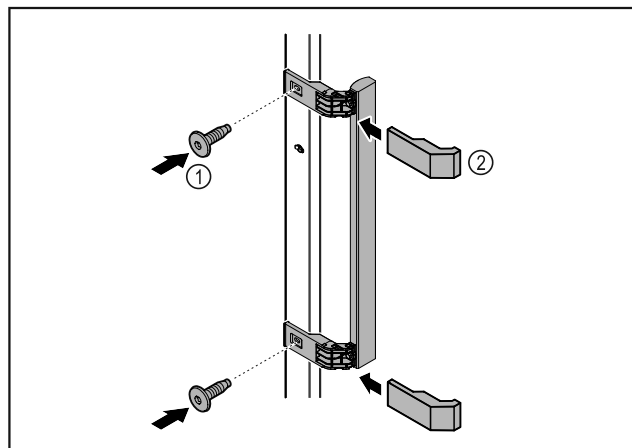

Fig. 9
- ▶ Skru håndtaget i tilbehørspakken fast på døren med de medfølgende skruer Fig. 9 (1).
- ▶ Sæt afdækningen Fig. 9 (2) på.